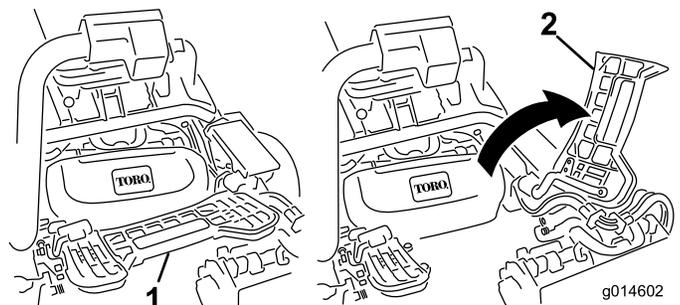

図 32
2. フットレストを跳ね上げて開き、中央カッティングユニット取り付け位置へのアクセスを確保する図 32。